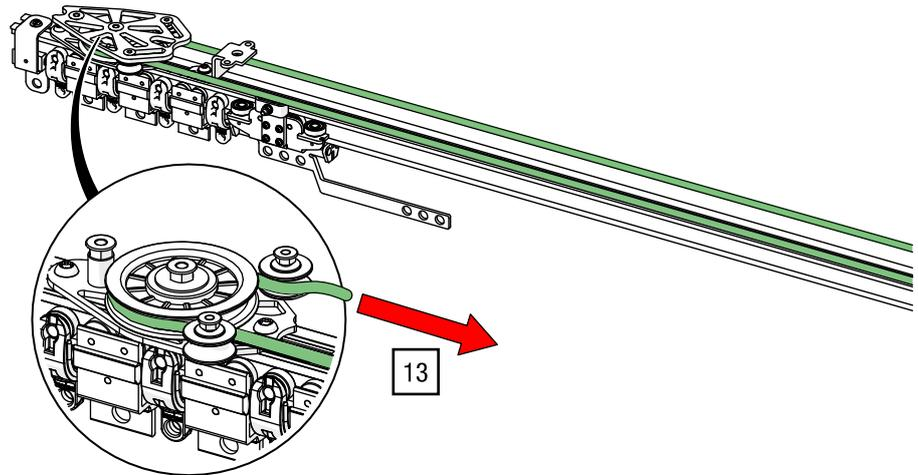

Abb. 81: Seitliche Seilführung – Seilende durch die Umlenkrolle führen
13. Führen Sie das Seilende durch die Umlenkrolle (siehe Abb. 81).